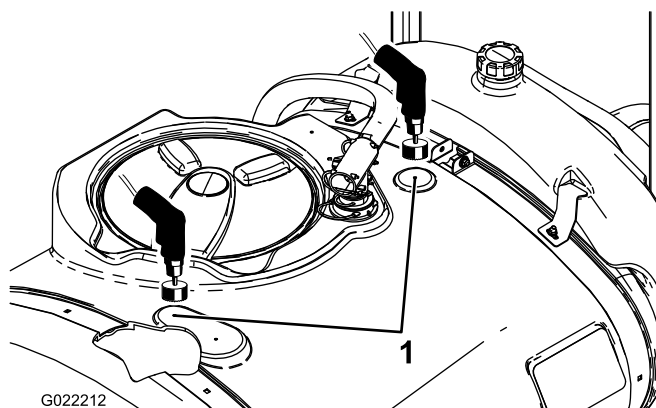

Figure 6
2. Localisez les deux emplacements de perçage repérés sur la cuve principale (Figure 6).